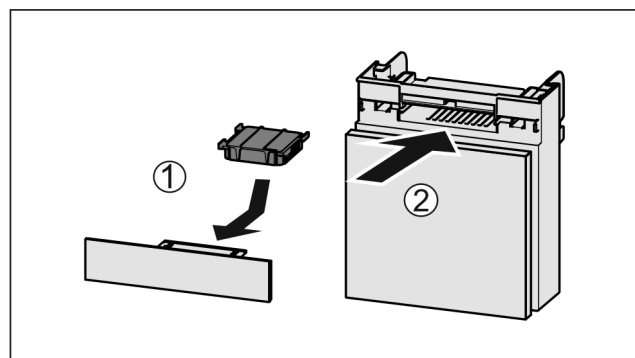

Fig. 99
- Actiefkoolfilter overeenkomstig afbeelding aanbrengen Fig. 99 (1).
- Lade erin schuiven Fig. 99 (2).